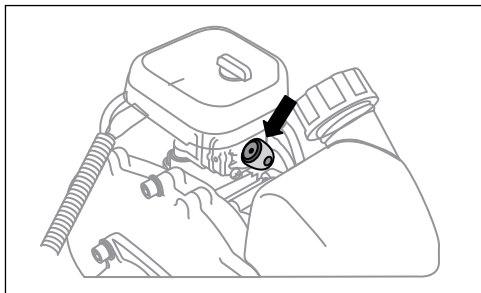

Рис. 11
3. Несколько раз нажмите на прозрачный колпачок ручной подкачки топлива (праймер), расположенный между воздушным фильтром и топливным баком, для заполнения карбюратора топливной смесью (рис. 11). При этом сквозь прозрачный колпачок кнопки должна просматриваться подкачиваемая топливная смесь.
5. Переведите выключатель зажигания, расположенный на рукоятке управления, в положение ON/1 (рис. 11).